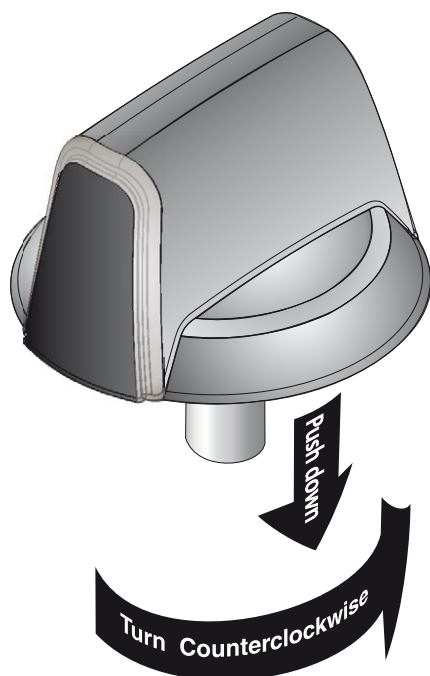

Figure 1
2. Appuyez sur le bouton de commande et tournez-le **dans le sens inverse des aiguilles d'une montre** (voir figure 1)